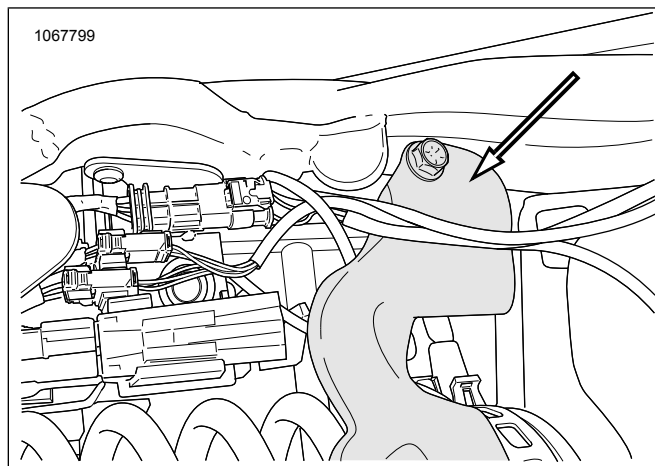

Figura 33. Área de limpieza
- b. Coloque el cable de la antena hacia arriba en el lado derecho, debajo del área del asiento. Utilice el dedo de la caja de BCM (3) para sostener la antena.
- c. Vea la Figura 33. Limpie la superficie del lado derecho del travesaño superior trasero de la estructura. Vea Tiras adhesivas
- a. Instale el bus CAN secundario (10).
- b. Instale el bus CAN primario (6).
- c. Instale el cargador automático de baterías Battery Tender (9).
- d. Instale la carcasa del conector WSS (7) en el caddy.
- a. Conecte el enchufe WSS (8).
- a. Vea la Figura 33. Limpie la superficie del lado derecho del travesaño superior trasero de la estructura. Vea Tiras adhesivas